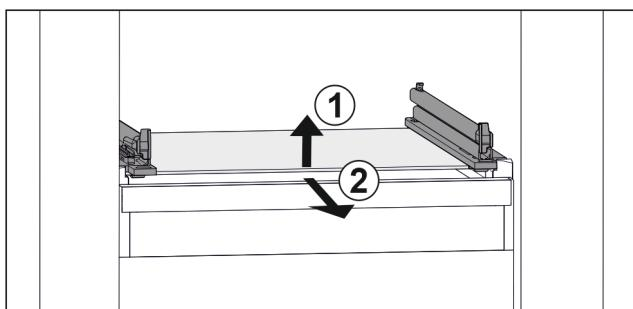

Fig. 73 Reprezentare exemplificativă a plăcii de sticlă
- Ridicați placa de sticlă din față. Fig. 73 (1)
- Extragăți placa de sticlă spre înainte. Fig. 73 (2)